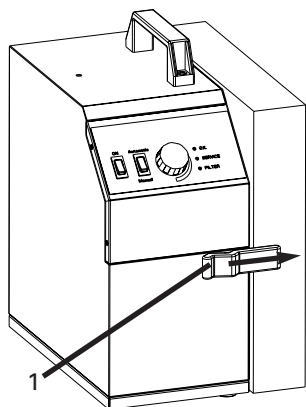

Abb. 8
- Entriegeln Sie den Verschluss 1 und öffnen Sie die Filtertür 24. (Abb. 8)